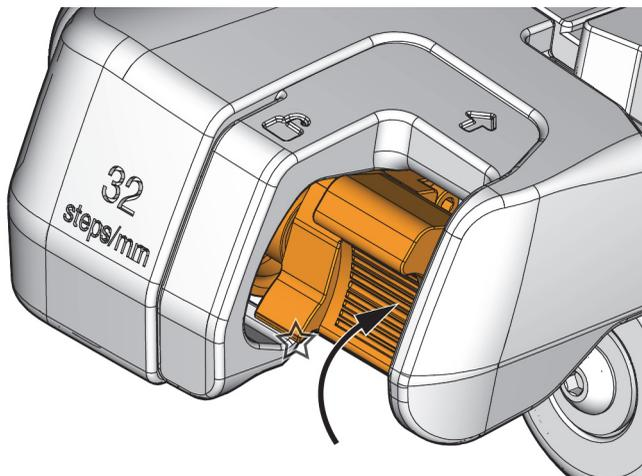

Figura 4-5 Codificador de indexación guardado
- ◆ Empuje hacia arriba la horquilla manual del codificador hasta que encaje en la lengüeta de desenganche (ver Figura 4-5 en la página 69).